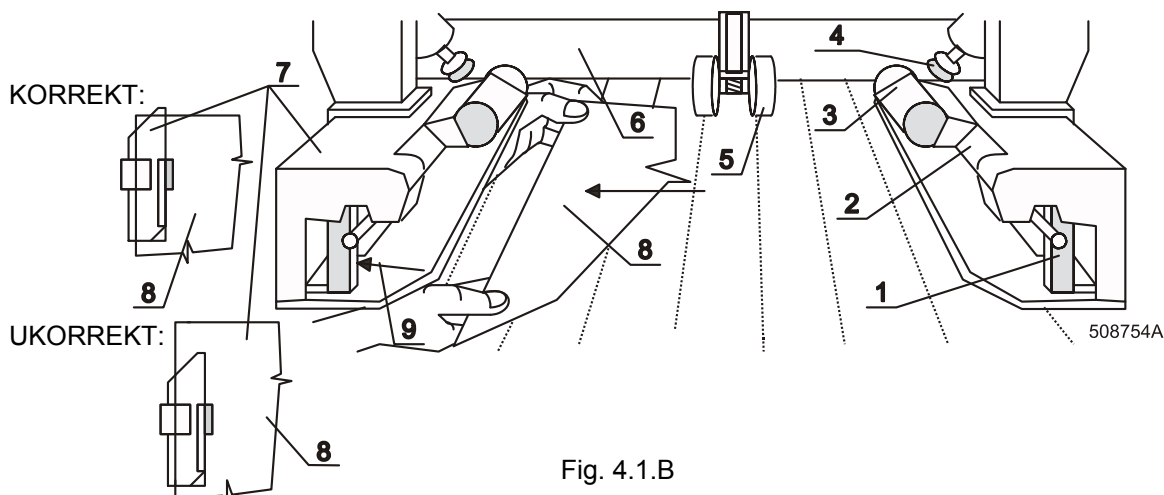

Fig. 4.1.B
Dersom maskinen er forberedt på innleggelse av tøyet, lyser den grønne knappen, fig. 4.1.A, poz. 4. Legg plaggets hjørner, fig. 4.1.B, posisjon. 8 inn i klemmer (7) slik at dets fremre kant ikke når lengre enn til den bakre randen av klemmene (7) og samtidig med plagget skyv pinnen (1) i retning av pilen (9) – kjevene (2) skal så trykke plagget. Etterpå press trykkeknappen 4, fig. 4.1.A. Klemmene (7) skal strekke plagget ved hjelp av bevegelige børster og presstrinser (5).
**ALDRI STIKK FINGRENE I ÅPNINGEN VED KLEMMENE (7) UNDER KJEVENE (2), UNDER STEMPLER (4), UNDER PRESSETRINER (5) OG UNDER SYLINDEREN TIL FERDIGSTRYKING AV FOLDER.**
**DERSOM DEN GRØNNE TRYKKEKNAPPEN IKKE LYSER ELLER BLINKER (FIG. 4.1.A, POSISJON 4), MÅ MAN IKKE STIKKE FINGRENE I ROMMET RUNDT KLEMMENE (FIG. 4.1.B, POSISJON 7).**
Dersom du trykker knappen, fig.4.1.A, posisjon.4, uten at det er noe tøy i klemmene, vent til klemmene vender tilbake til utgangsposisjon.
Ved hjelp av knappen „O“ kan man velge automatisk eller manuell innleggelse av tøyet. Etter at man har valgt manuell brette, skal klemmene kjøre i ytre posisjoner og trykkeknappen, fig. 4.1.A, posisjon 4, skal slutte å lyse – maskinen er forberedt til manuell innleggelse.
- Dersom tøyet allerede har satt seg fast inne i maskinen, er det mulig å stoppe maskinen ved å trykke på sikkerhetslisten, fig. 4.1.B, posisjon 6, slå på revers ved å trykke på „J“ og dra tøyet forsiktig ut. Denne operasjonen tjener bare til å dra ut tøyet og er derfor begrenset til noen sekunder! Dersom det er nødvendig å bruke revers for en lengre tid, må knappen for revers trykkes gjentatte ganger. Etterpå settes normaldrift i gang ved å trykke på „I“.